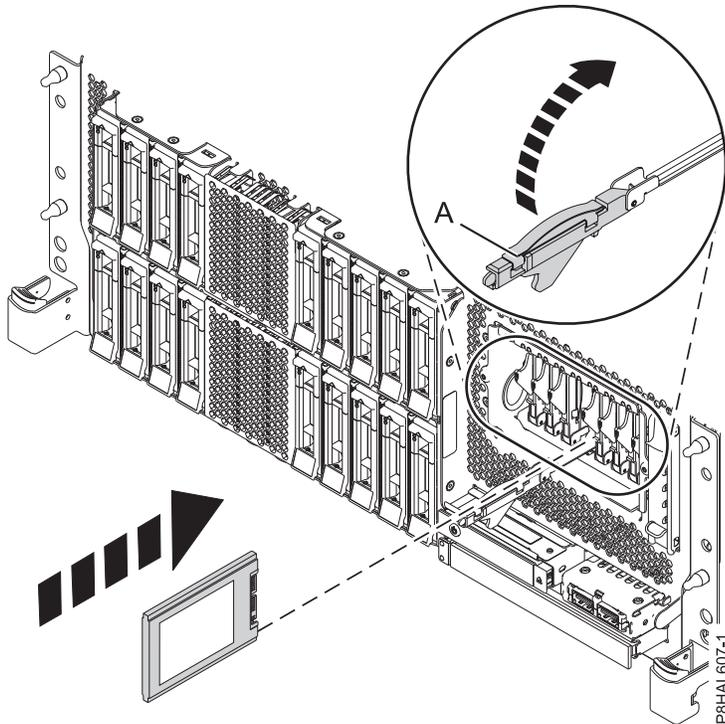
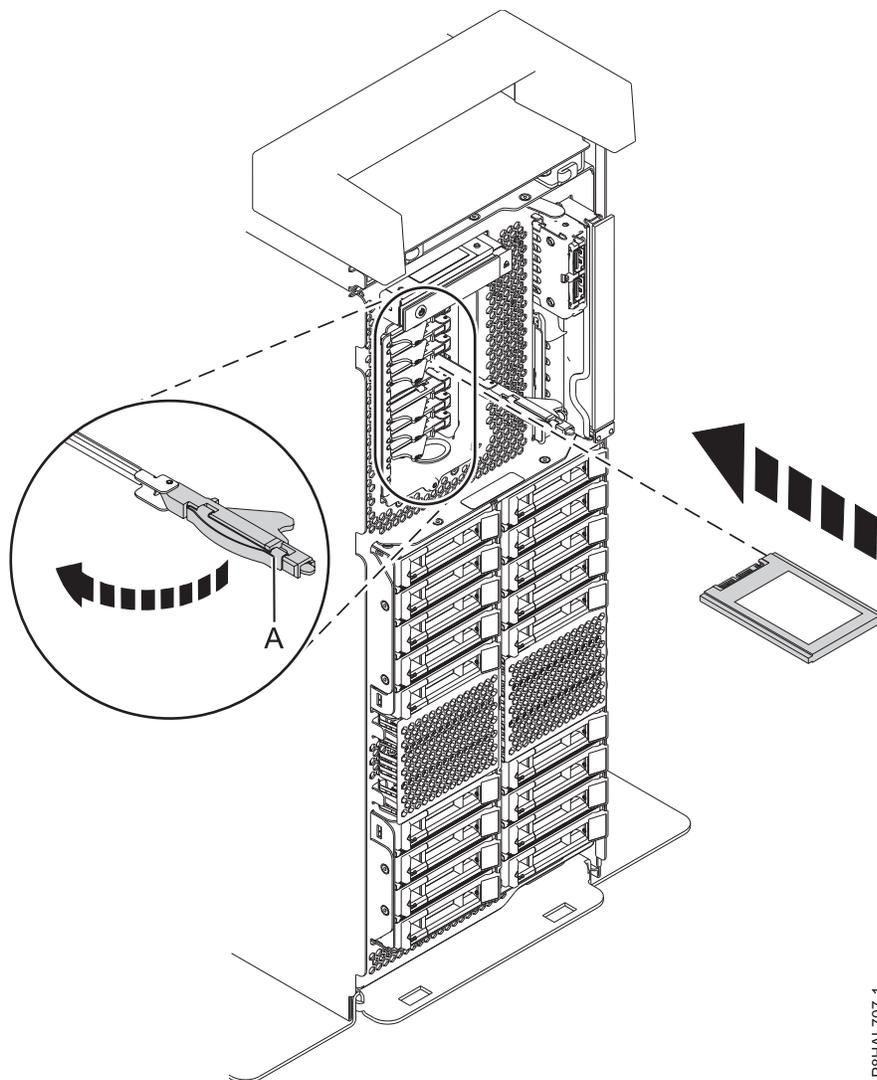

Abbildung 111. Solid-State-Laufwerk in einem Einschubsystem mit erweiterten Funktionen austauschen
Abbildung 112. Solid-State-Laufwerk in einem Standalone-System mit erweiterten Funktionen austauschen
15. Der Griff des Solid-State-Laufwerks (**A**) muss in der entriegelten Position sein, während Sie ihn nach außen ziehen, um auf die Führungsschienen im Steckplatz des Solid-State-Laufwerks zugreifen zu können. Stützen Sie das Solid-State-Laufwerk unten mit Ihrer Hand, wenn Sie es an den Führungsschienen im Steckplatz des Solid-State-Laufwerks ausrichten. Siehe Abb. 111 auf Seite 126 und Abb. 112 auf Seite 127.
20. Verriegeln Sie das Laufwerk, indem Sie den Griff (**A**) in die gezeigte Richtung drehen. Siehe Abb. 111 auf Seite 126 und Abb. 112 auf Seite 127.